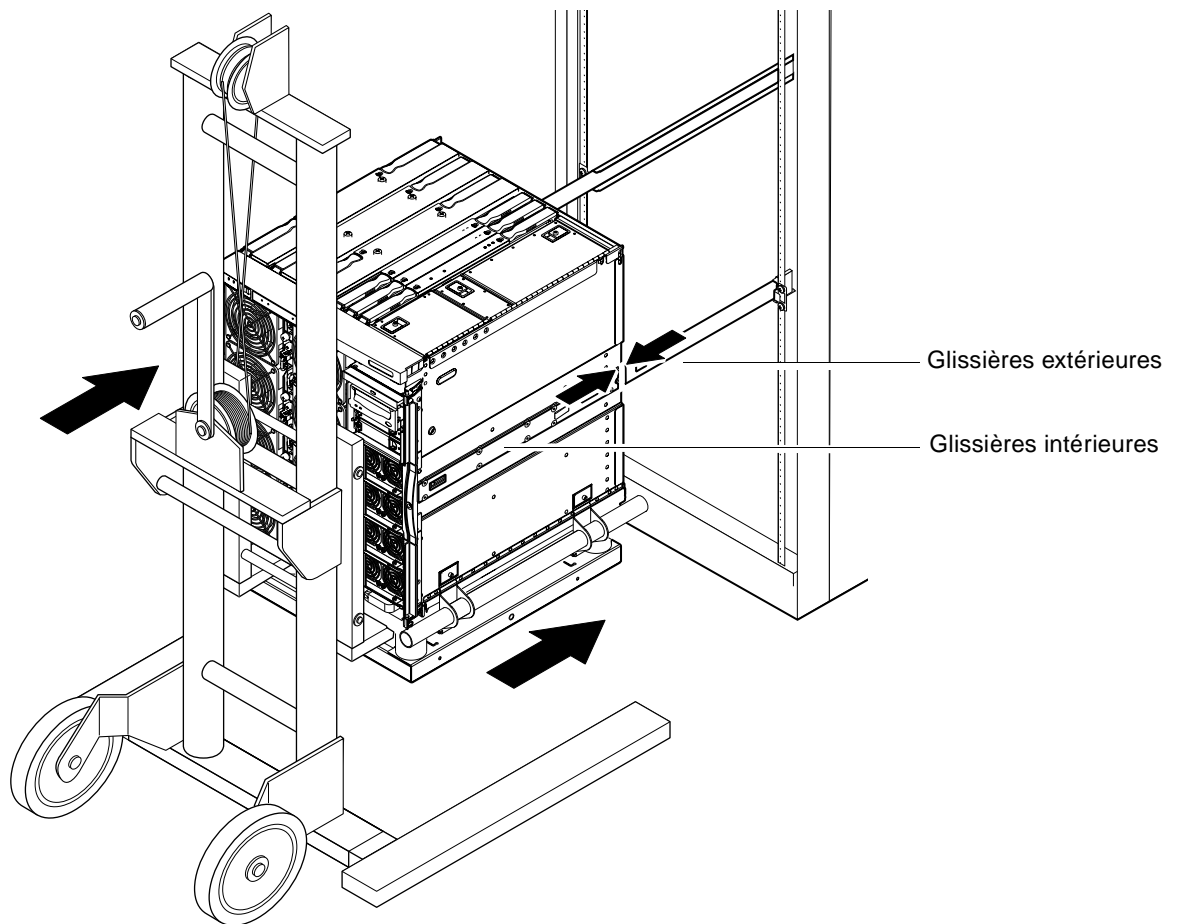

FIGURE 1-9 Alignement des glissières
6. Faites avancer prudemment l'appareil de levage jusqu'à ce que les glissières du système s'engagent entièrement dans les glissières extérieures de l'armoire (FIGURE 1-9).